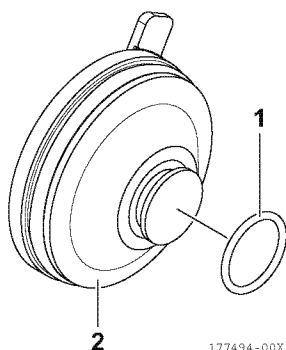

Abbildung 20
11. Etwas Schmieröl auf den neuen O-Ring (1, **Abbildung 20**) auftragen und ihn in den dafür vorgesehenen Schlitz am Deckel (2, **Abbildung 20**) einsetzen.